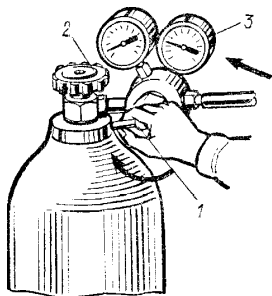

Рис. 12 Рис. 13\
6.1. Проверить, вывернут ли регулировочный винт / (рис. 12).
6.3. Вращая нажимный винт / по часовой стрелке, установить требуемое рабочее давление, ориентируясь на показания стрелки манометра низкого давления 3 (рис. 12).